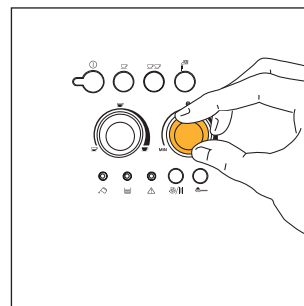
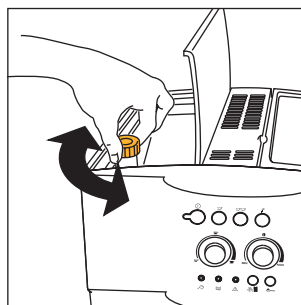

Fig.7
Fig. 17
- 2) Regolare la manopola di destra (fig.7) per impostare il gusto desiderato del caffè. Più si ruota in senso orario e maggiore sarà la quantità di caffè in grani che la macchina macinerà e quindi più forte sarà il gusto del caffè ottenuto. Al primo utilizzo è necessario procedere a tentativi e fare più di un caffè per individuare la corretta posizione della manopola. Fare attenzione a non ruotare troppo in senso orario altrimenti c'è il rischio di ottenere un'erogazione troppo lenta (a gocce), soprattutto quando si richiedono due tazze di caffè.
NOTA 1: Se il caffè fuoriesce a gocce oppure non esce del tutto, è necessario ruotare la manopola di regolazione macinatura (fig. 17) di uno scatto in senso orario (vedi par. 6). Procedere di uno scatto alla volta fino ad ottenere un'erogazione soddisfacente.
NOTA 2: Se il caffè fuoriesce troppo velocemente e la crema non è soddisfacente: ruotare un po' la manopola di destra (fig.7) in senso orario. Procedere a tentativi e fare più di un caffè per individuare la corretta posizione della manopola. Fare attenzione a non ruotare troppo in senso orario altrimenti c'è il rischio di ottenere un'erogazione troppo lenta (a gocce), soprattutto quando si richiedono due tazze di caffè. Se, dopo qualche caffè, non si ottiene una crema soddisfacente, ruotare anche la manopola di regolazione macinatura (fig.17) di uno scatto in senso antiorario (vedi par. 6).
Per risolvere questo inconveniente è necessario regolare il grado di macinatura del macinacaffè ruotando la manopola di regolazione macinatura (fig. 17) di uno scatto in senso antiorario (come descritto nel cap. 6).
Tuttavia se dopo aver fatto i primi caffè, l'erogazione dovesse risultare troppo veloce o troppo lenta (a gocce), è necessario effettuare una correzione con la manopola di regolazione del grado di macinatura (fig. 17). Ruotandola di uno scatto in senso orario (pari a una cifra) si ottiene invece un'erogazione del caffè più veloce (senza gocce).